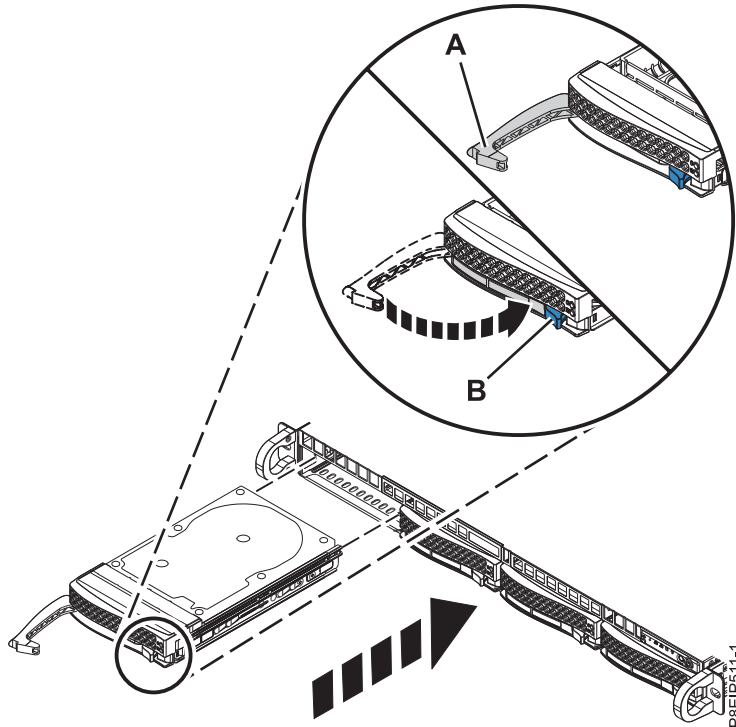

図 4. ディスク・ドライブのロックの詳細
4. **(B)** 位置にロックされるまでハンドル・リリースを押し込んで、ドライブ・ベイ・ハンドル **(A)** をロックします (7 ページの図 4 を参照)。